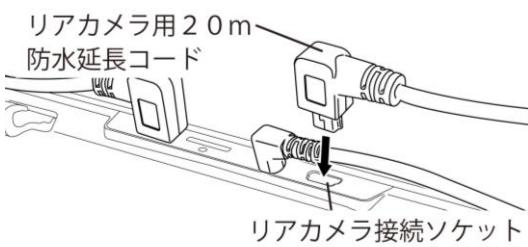

図 13
- ・リアカメラを使用する場合は、リアカメラ用 20 m 防水延長コードのプラグをリアカメラ接続ソケット (A V) へ差し込んでください (図 13 参照)。